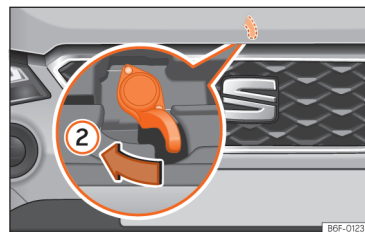

Abb. 179 Hebel unter der Motorraumklappe.
- Um die Frontklappe zu öffnen, drücken Sie den unterhalb der Frontklappe mittig vorgesehenen Hebel mit der Hand nach links » » » **[Abb. 179]** ②. Die Fanghaken werden entriegelt.